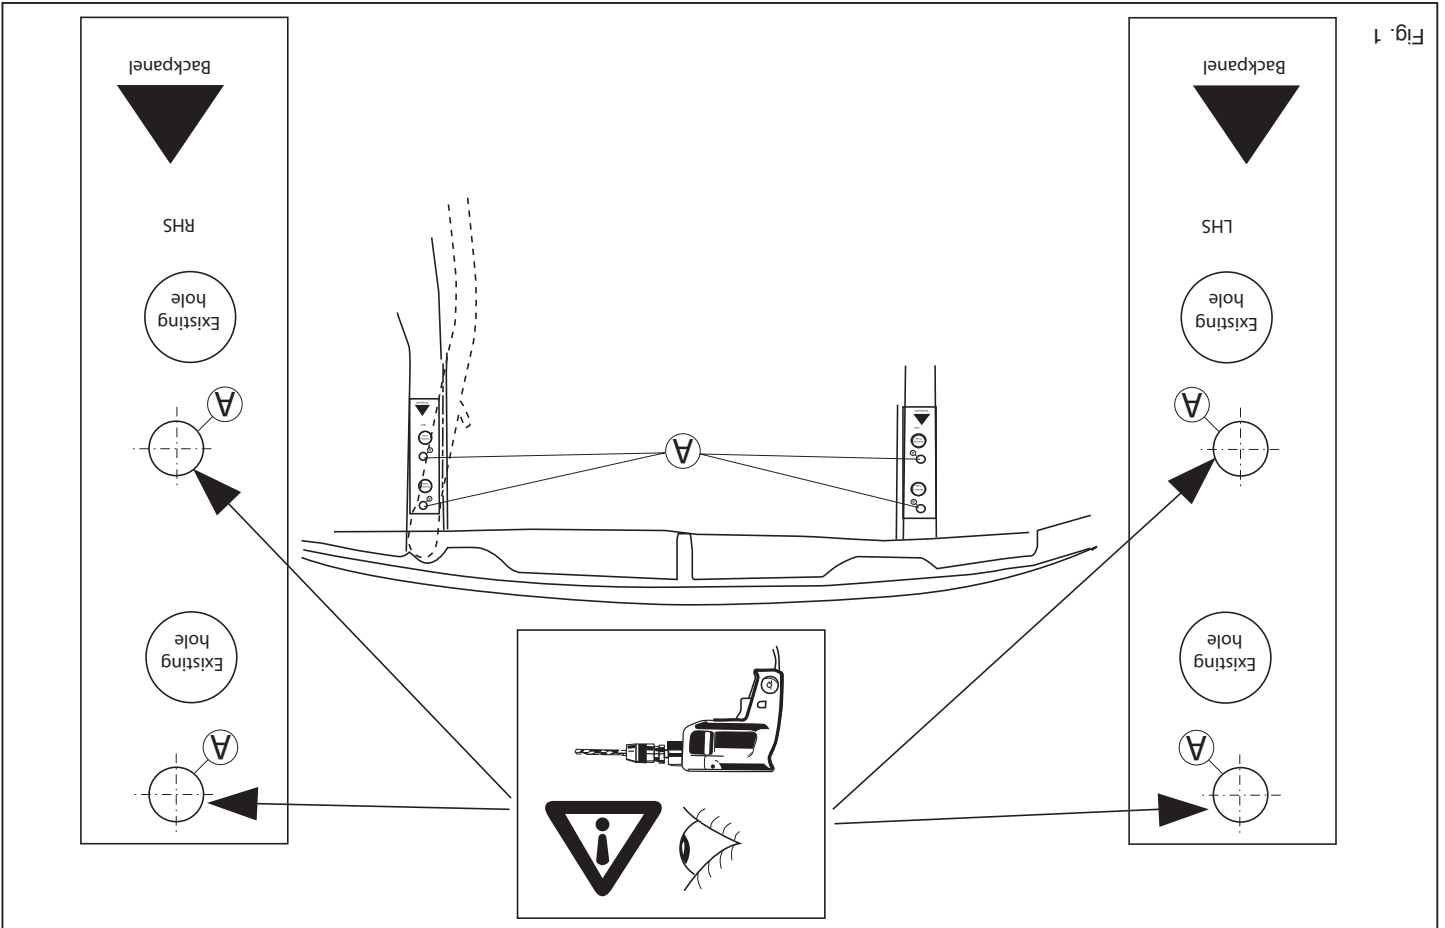

Fig. 1
2. Die Schablonen an der Unterseite des Langsträger anbringen. Siehe Abbildung 1.
2. Positionner les gabarit sur la partie inférieure du longerons de châssis. Voir figure 1.
2. Anbring skabelonen på undersiden af chassisvangerne. Se fig. 1.
- Umieścić szablonu od spodu podwozia. Patrz rysunek 1.
- Posizionare le sagome sotto il telaio. Vedere fig. 1.